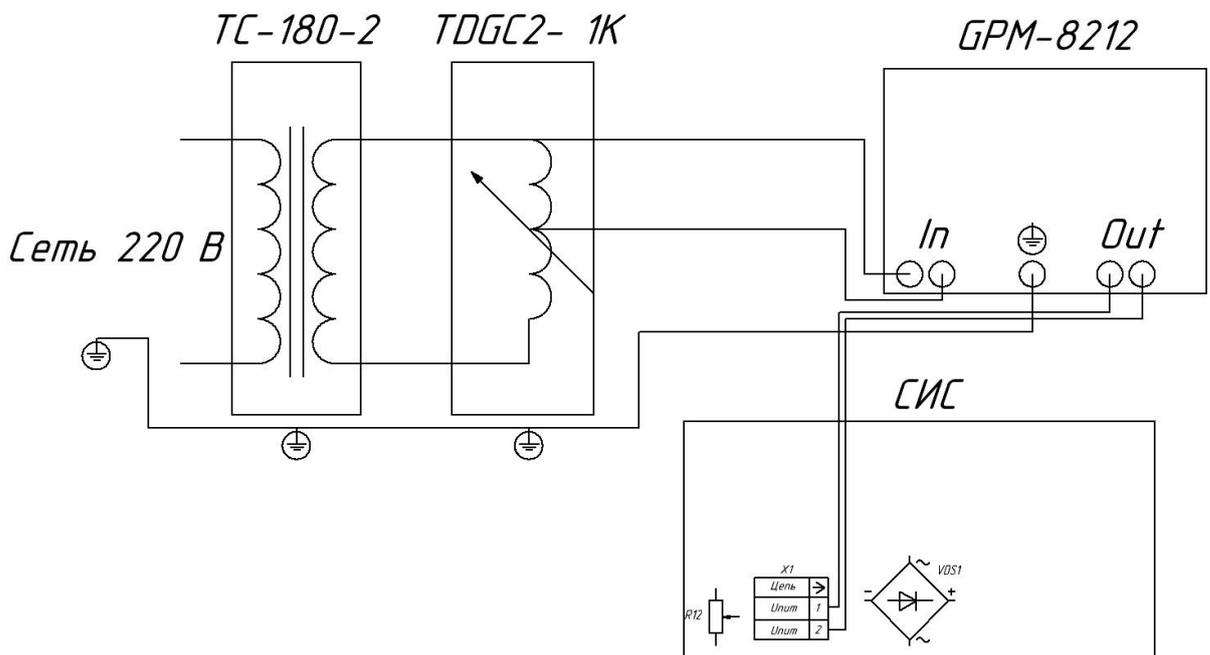

Рисунок 4 – Схема электрическая установки
Схема электрическая установки для измерения коэффициента мощности приведена на рис.4.
1. Собрать схему электрическую установки в соответствии с рис.4.